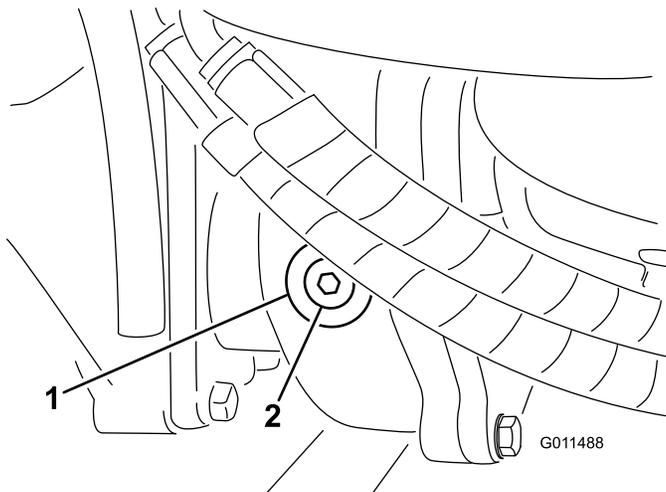

Figura 14
2. Togliete il tappo di controllo/riempimento dal lato sinistro del riduttore (Figura 14) e verificate che il lubrificante raggiunga la base del foro. Se il livello è basso, rabboccate con lubrificante fino a portarlo alla base del foro.